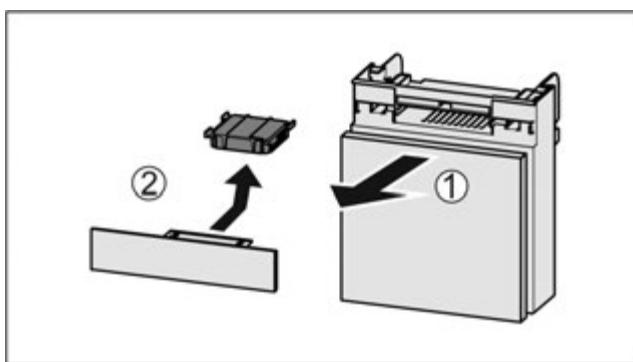

Fig. 101
- Потягніть Fig. 101 (1) відділення вперед.
- Витягнути Fig. 101 (2) фільтр з активованого вугілля.